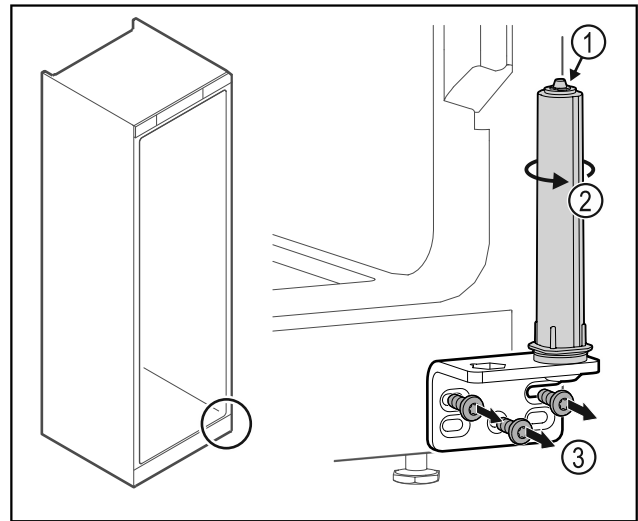

Fig. 50
▶ Не розбирати систему закриття дверей Fig. 50 (1).
- ▶ Повертати систему закриття Fig. 50 (2) до клацання.
- ▶ Відкрутити шарнірний кутик Fig. 50 (3).